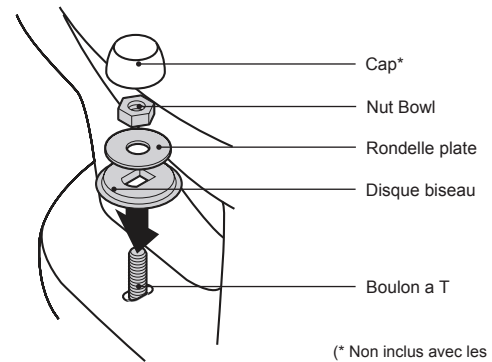

Figure 6
- ❶ Placez les pièces suivantes sur le T-vis dans l'ordre indiqué (Figure 6)